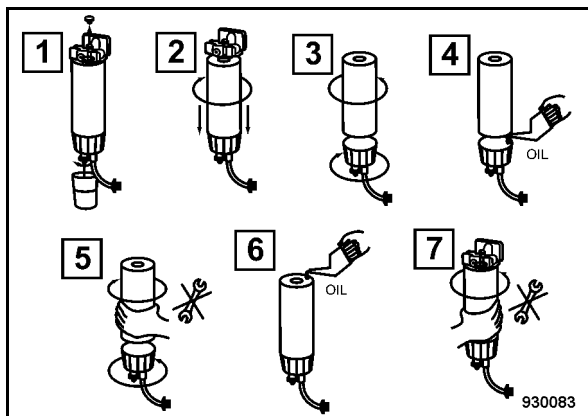

Fig. 185
- Retirar el cable del separador de agua (Fig. 185).
- (1) Soltar el tornillo de purga de aire y descargar combustible por el tornillo de descarga.
- (2) Soltar y desenroscar el filtro previo de combustible con una llave de cinta apropiada.
- (3) Desenroscar el separador de agua del cartucho filtrante.
- (4) Untar la junta de goma del separador de agua ligeramente con aceite.
- (5) Enroscar el separador de agua con la mano hasta la junta tiene contacto, después apretarlo con la mano.
- (6) Untar la junta de goma del elemento filtrante (5) ligeramente con aceite.
- (7) Enroscar el cartucho filtrante con la mano hasta la junta tiene contacto, después apretarlo con la mano.